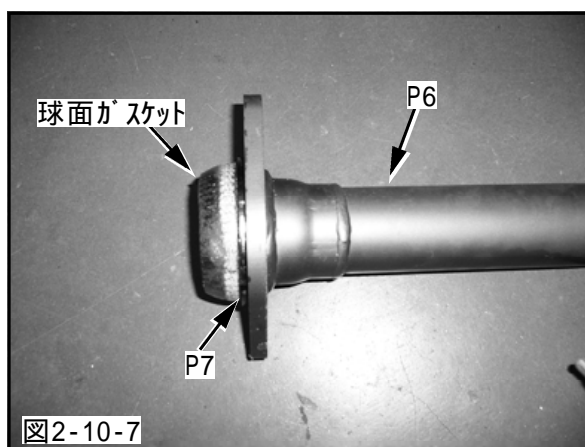

図2-10-7
(7) キャタライザと球面ガスケットの間にエクステンションスペーサを挟んでください。(図2-10-7)